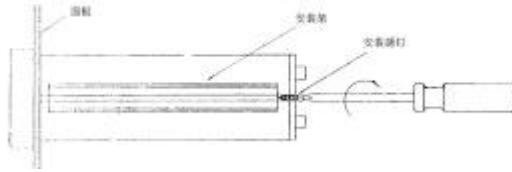

图 3 安装方法
3. 滑动安装架, 并将安装螺钉拧紧, 以将面板仪表固定到安装面板上 (参见图 3)。